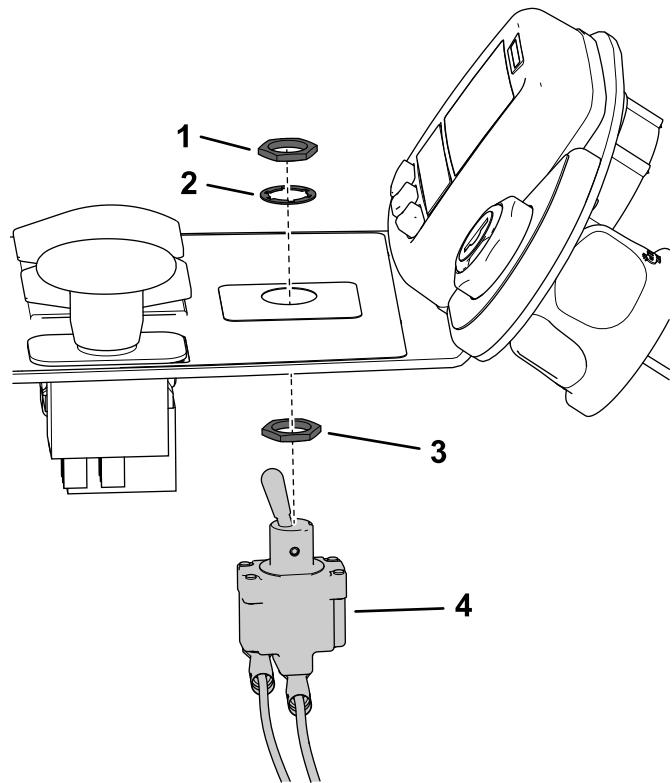

图 21
8. 从中央控制台底部将切换开关装入 13mm 的孔请参阅图 21 了解正确的六角螺母和垫圈方向。